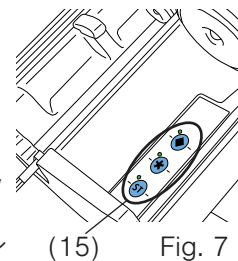

Fig. 7
- 練和プログラムを選択するには、該当するコントロールキー(15、図7)を押します。コントロールキーの横にあるLED ランプが点灯します。